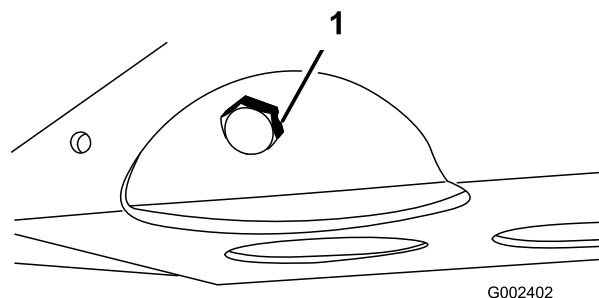

Figura 47
2. Retire el tapón de vaciado y deje fluir el aceite a un recipiente apropiado (Figura 47). Cuando el aceite deje de fluir, coloque el tapón de vaciado.